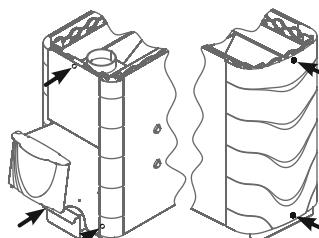

Рисунок 12. Саморезы для демонтажа конвектора печи.
2. Снять конвектор, открутив 5 саморезов (рисунок 12)